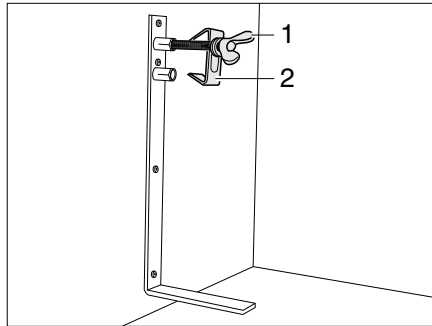

Fig. 169 Etrier de roue de secours
- Desserrer la vis (Fig. 169,1) et l'enlever avec le centrage (Fig. 169,2).